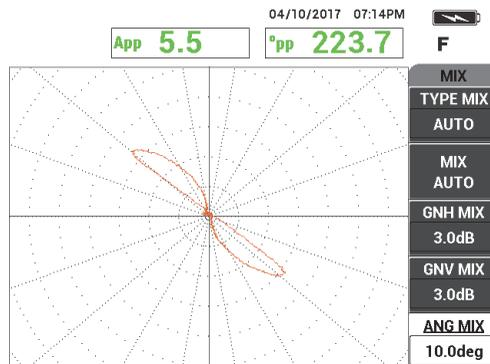

**Figure 5-171** Signal provenant du trou débouchant après AUTO MIX
7. Balayez lentement le trou débouchant de 1,3 mm seulement tout en appuyant sur la pédale d'effacement, pour effacer l'écran. Lorsque le signal du trou apparaît sur l'écran de l'appareil, appuyez sur la touche FREEZE (❄) [voir la Figure 5-171 à la page 265].